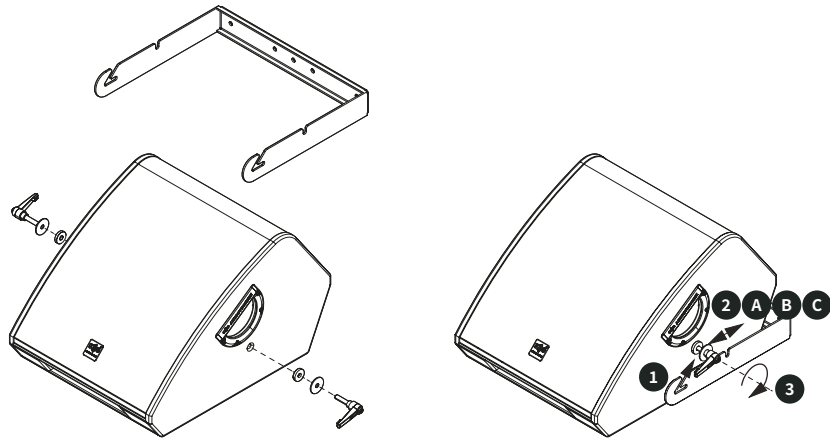

Abbildung 8. Montage der **SMX 12UB** U-Halterung am **SMX 12A** Monitor.
9. Schieben Sie die U-Halterung nach vorne, bis sich der Klemmhebel an Position **B** des Arms der U-Halterung befindet (siehe Abbildung 8). Ziehen Sie die Klemmhebel vorsichtig fest.